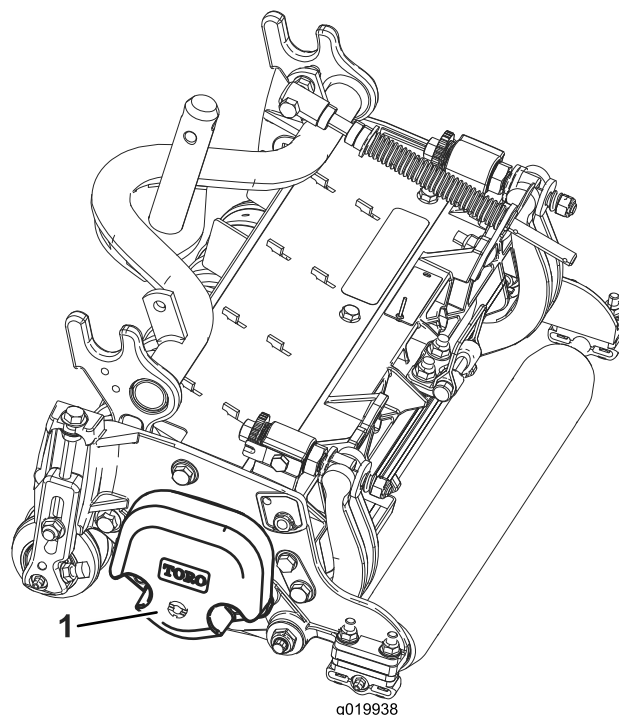

Figura 3
5. Il contrappeso (Figura 3) deve essere montato dal lato giusto dell'elemento di taglio, come descritto nel *Manuale dell'operatore* degli elementi di taglio.